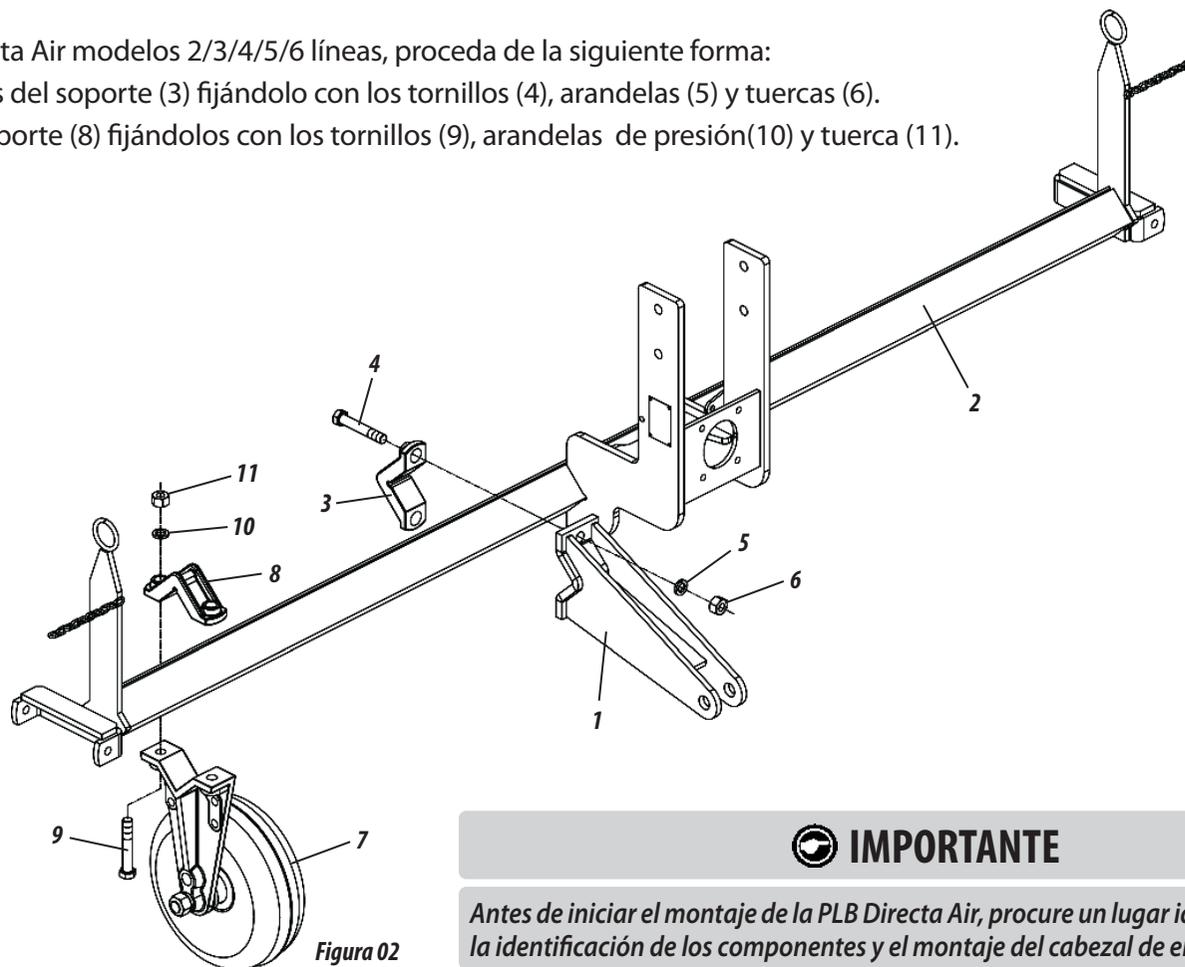

Figura 02
**MONTAJE DEL CABEZAL ( FIGURA 02 )**
- Coloque el enganche (1) en el cabezal (2) a través del soporte (3) fijándolo con los tornillos (4), arandelas (5) y tuercas (6).
- En seguida, coloque las ruedas (7) a través del soporte (8) fijándolos con los tornillos (9), arandelas de presión(10) y tuerca (11).